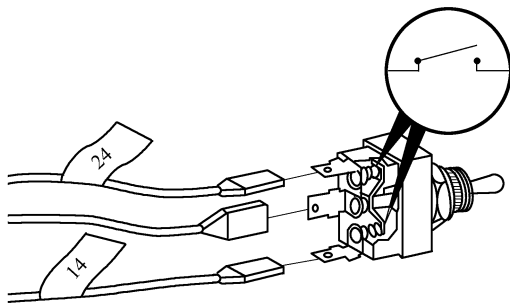

图 5-133 拆下三个电气插头并做标记
① 从开关上拆下三个电气插头并做标记,如图 5-133 所示。